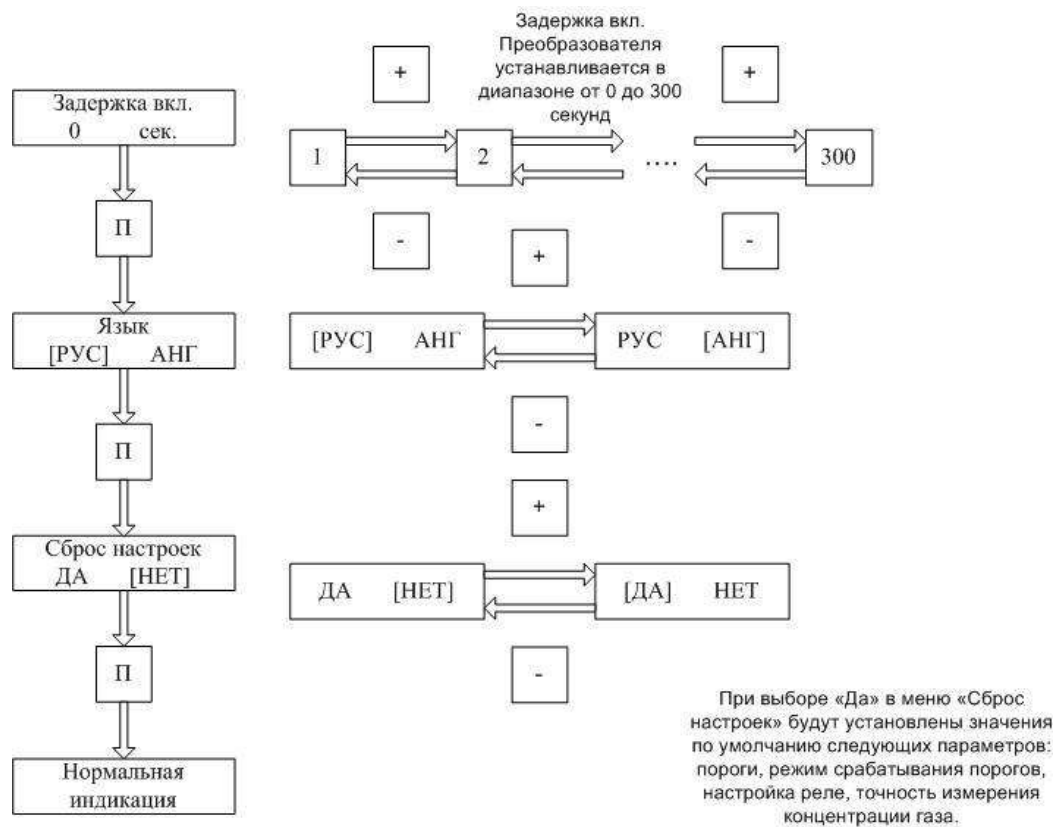
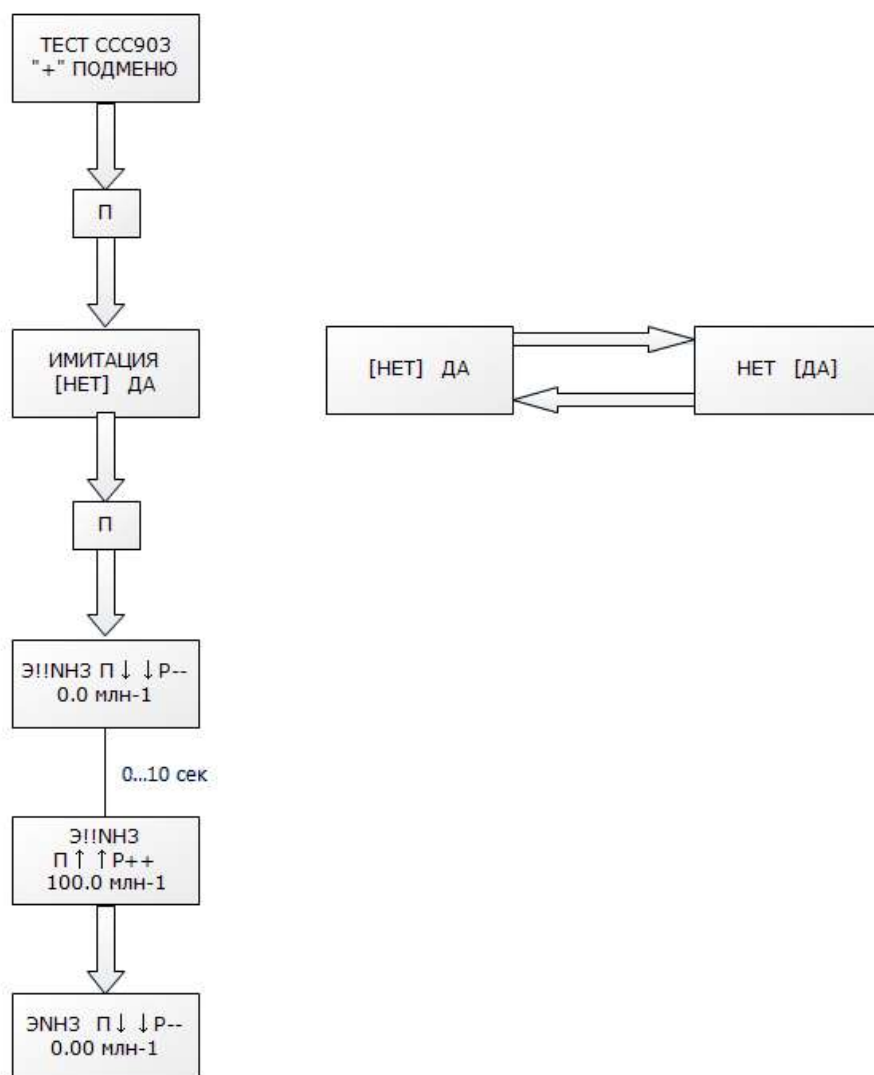

Рисунок 4 – Меню настройки газоанализатора
Рисунок 7 – Меню тестирования газоанализатора
6.6.6 Для тестирования работы и точности измерения газоанализатора CCC-903M19 необходимо выбрать меню «Тест CCC-903» (рисунок 4) после нажатия кнопки «+» попадаем в подменю (рисунок 7):